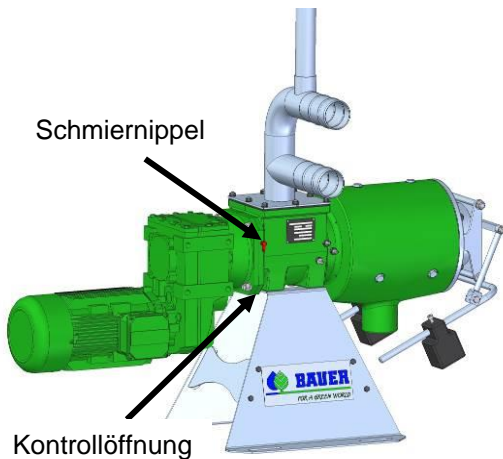

Abb. 13-1 Versorgung mit Sperrmedium
6. Versorgung mit Sperrmedium, siehe auch Kapitel 13.1.1 Bei der Verwendung von Fett als Sperrmedium ist vor der Inbetriebnahme 3 bis 5 cm³ Fett über den Schmiernippel [siehe Abb.13-1 einzubringen, um die Labyrinthdichtung zu füllen.